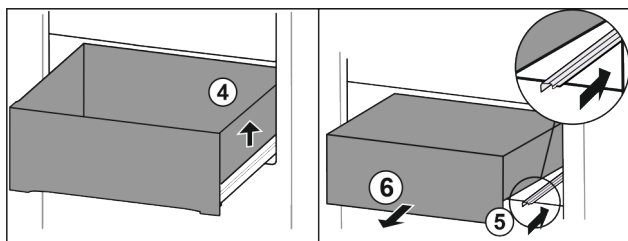

Fig. 128
- Ngrini lart sirtarin djathtas. Fig. 128 (4)
- Shtyni brenda shinën e djathtë. Fig. 128 (5)
- Hiqeni sirtarin nga përpara. Fig. 128 (6)